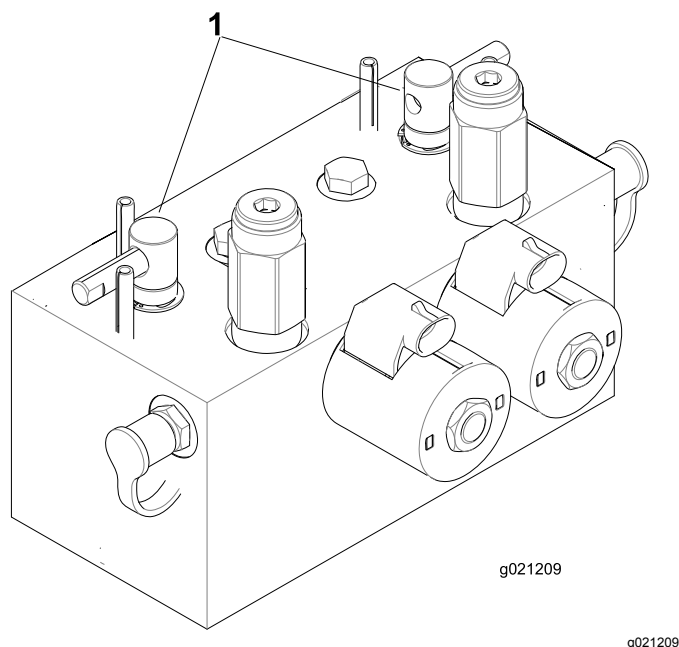

Figura 76
2. Sbloccate il sedile ed alzatelo per esporre le leve di lappatura (Figura 76).
5. Selezionate le leve di lappatura anteriore, posteriore o entrambe per stabilire gli elementi da lappare (Figura 76).